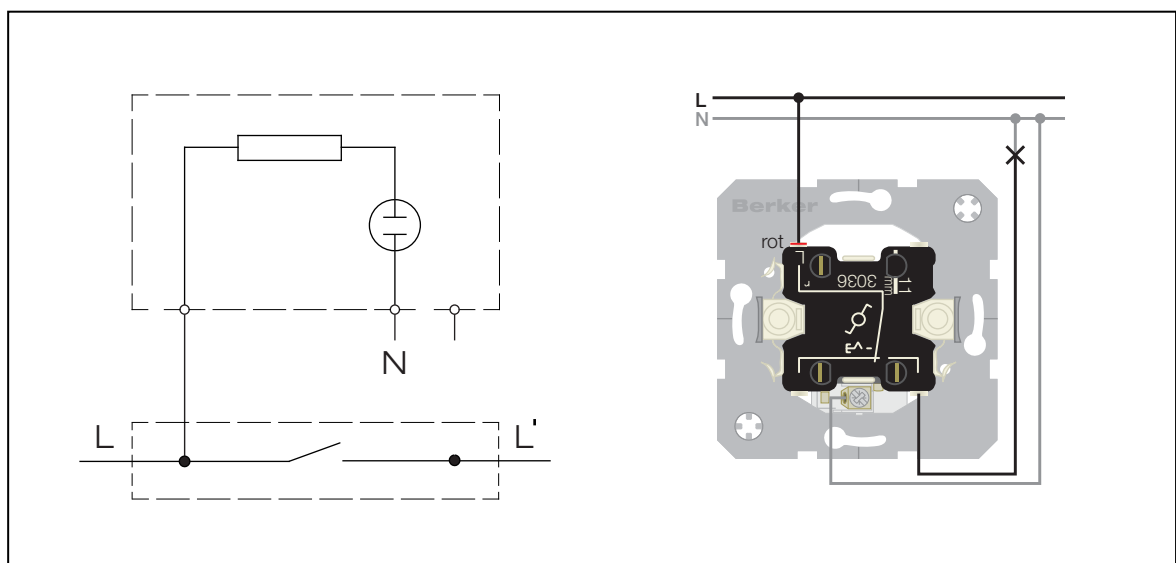

Bild 5
- Schalter nach Verdrahtungsplan anschließen (Bild 5).